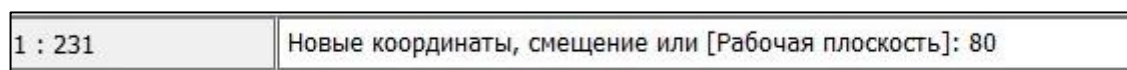

Рис. 4.9
15.3. Не фиксируя положение нового контура, в командной строке для уточнения расстояния введите величину смещения **80 м** и нажмите **Enter** (рис.4.9).